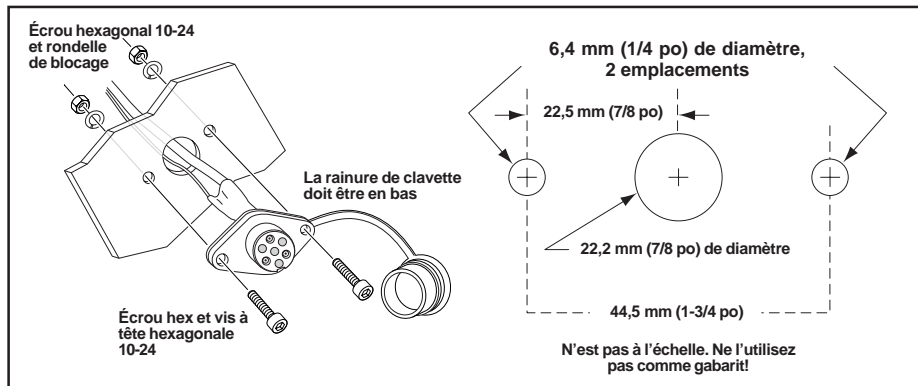

Figure 9 : installation de la prise de télécommande
- Après avoir déterminé l'emplacement où sera installée la prise de télécommande, percez trois trous et installez-la. (Voir figure 9.)